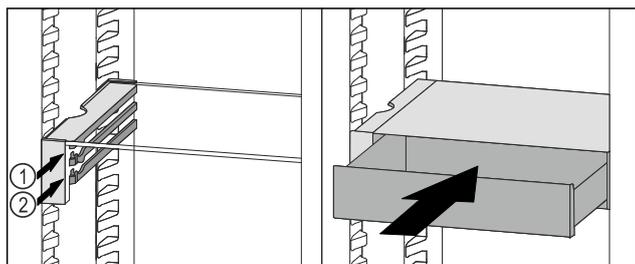

Fig. 130
- ▶ Posizionare il cassetto VarioSafe dietro i tappi sulla nervatura desiderata Fig. 130 (1) o Fig. 130 (2).